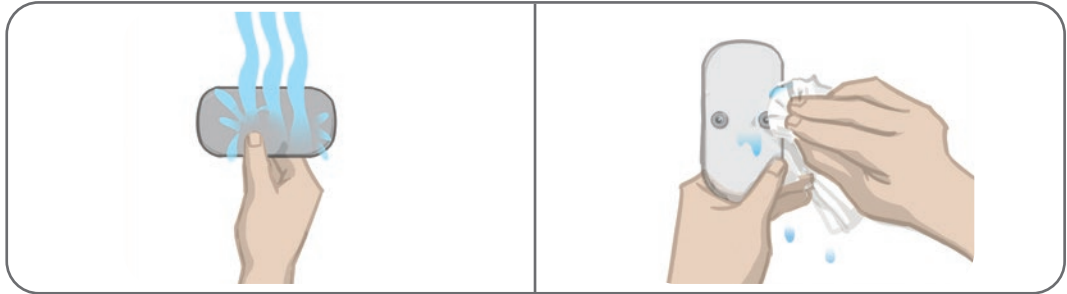

Abbildung 6-9: Befeuchten der Elektrode und Entfernen von überschüssigem Wasser
3. Befeuchten Sie die Oberschenkel-Gewebeelektroden mit Wasser. Siehe Abbildung 6-9. Drücken Sie die Oberschenkel-Gewebeelektroden vorsichtig zusammen.
4. Tupfen Sie das überschüssige Wasser mit einem Tuch von der Befestigungsseite (Seite mit dem Druckknopf) der Oberschenkel-Gewebeelektroden ab. Siehe Abbildung 6-9.